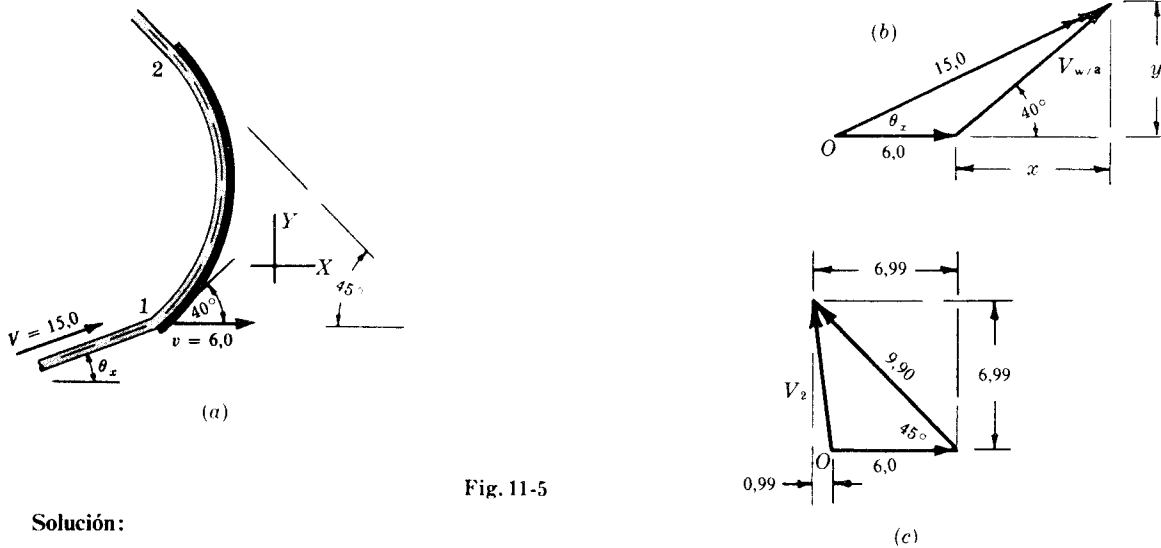

Fig. 11-5
(2) Por simple inspección de la fórmula (1) anterior se ve que para unos valores dados de V y v , la máxima potencia se obtiene cuando $\theta_x = 180^\circ$. Como, por lo general, este ángulo no puede conseguirse en la práctica, un ángulo alrededor de 170° es el adecuado. La reducción de potencia es pequeña en tanto por ciento.
(3) En la dirección Y , la fuerza no compensada se equilibra utilizando álabes o cazoletas cuspidales, que desvían la mitad del caudal de agua del chorro a cada uno de los lados del eje Y .
11. (a) Con referencia a la Fig. 11-5, ¿con qué ángulo debe incidir un chorro de agua, que se mueve a una velocidad de 15,0 m/seg, sobre una serie de álabes, que se mueven a una velocidad de 6,0 m/seg, para que el agua entre tangencialmente en los álabes, es decir, no haya choque? (b) ¿Qué potencia se desarrollará si el caudal es de 125 l/seg? (c) ¿Cuál es el rendimiento de los álabes?
Del diagrama vectorial, Fig. 11-5(b), $15 \cos \theta_x = 6.0 + x$, $15 \sin \theta_x = y$ y $\text{tg } 40^\circ = y/x = 0.8391$. Resolviendo estas ecuaciones, $\theta_x = 25^\circ 5'$.
(b) De la Fig. 11-5(b) puede determinarse la velocidad del agua respecto de los álabes.
Además, V_{x2} (absoluta) = 0,99 m/seg, hacia la izquierda, como se deduce de la Fig. 11-5(c). Por tanto,